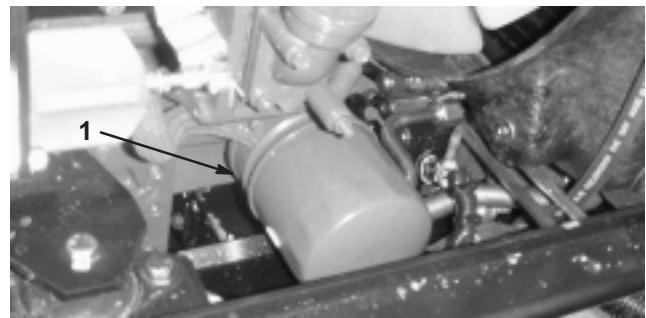

Bild 47
- Entfernen Sie den Motorölfilter (Bild 47). Ölen Sie die neue Dichtung am Ölfilter leicht mit frischem Öl ein, bevor Sie den Filter eindrehen. **Ziehen Sie nicht zu fest.**